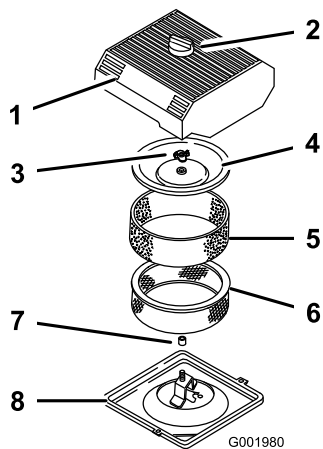

Figura 34
3. Pulite intorno al filtro dell'aria per evitare che la morchia possa penetrare nel motore provocando gravi danni (**Figura 34**).
- Svitare la manopola sul coperchio del filtro dell'aria e togliere il coperchio (Figura 34).
- Togliere con cautela l'elemento in schiuma sintetica dall'elemento di carta (Figura 34).
- Svitare il dado del coperchio e togliere sia il coperchio che l'elemento di carta (Figura 34).
- Infilare con cautela l'elemento in schiuma sintetica sopra l'elemento di carta del filtro dell'aria (Figura 34).
- Avvitare a fondo, manualmente, il dado contro il coperchio (Figura 34).
- Montare il coperchio del filtro dell'aria e la manopola (Figura 34).